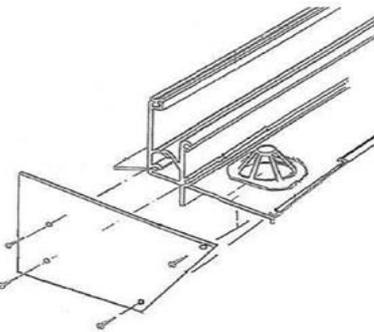

Abb.: 9
- Schrauben Sie beide Seitenkappen der Rinne mit 4mm Kreuz-Schrauben an. (siehe Abb.: 9)